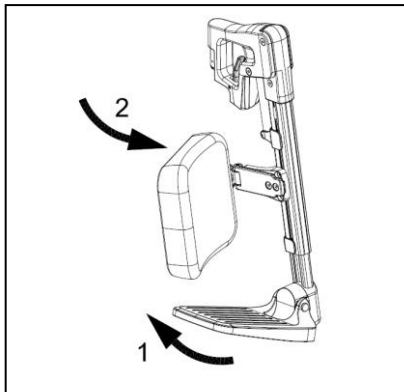

Abb. 6.1
1. Klappen Sie die Fußrasten nach oben (Bild 6.1).
2. Klappen Sie die Unterschenkelplatten (sofern zutreffend) zur Seite weg (Abb. 6.1).